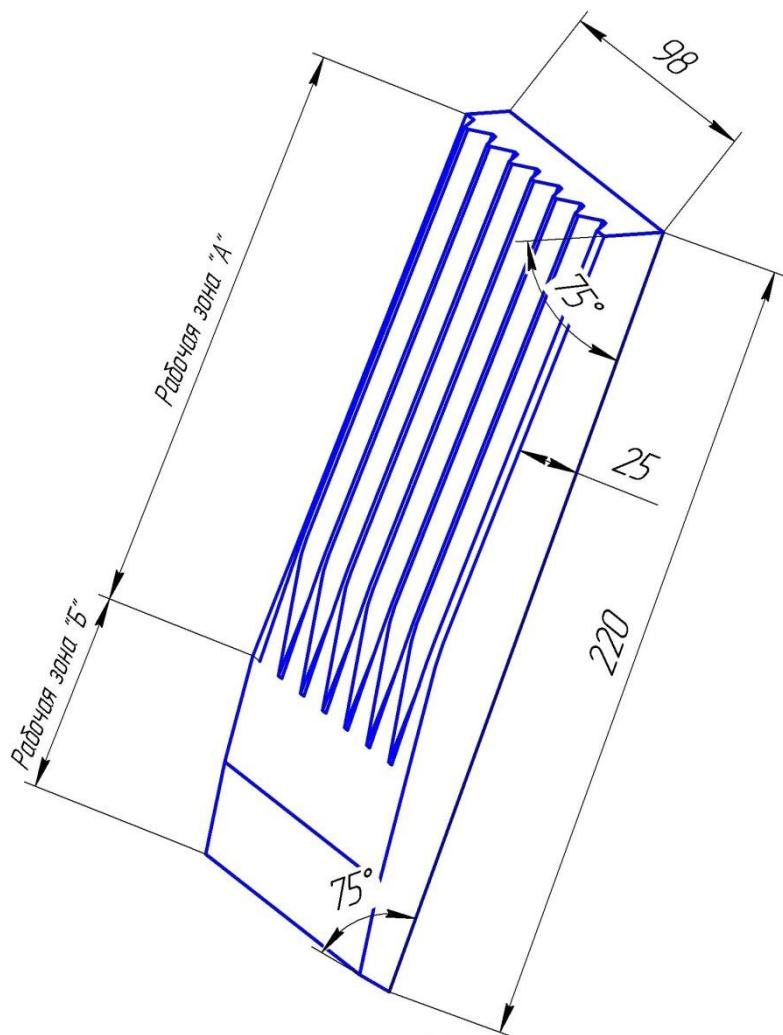

Рис. 2 Щека ЩД 6
3.1. Замена щек.**3.1.1. Замена неподвижной щеки 8 (Рис. 2):**